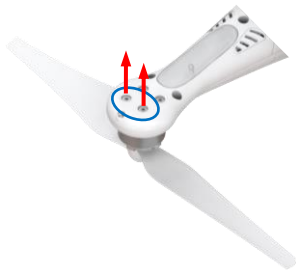

Fig.1 Removing Screws/图 1 卸下原螺丝
2. Remove the M3x8 screws under each of the four motors (Fig.1).
按照图 1 所示, 使用螺丝刀卸下原 PHANTOM 2 四个电机上的 M3x8 螺丝。